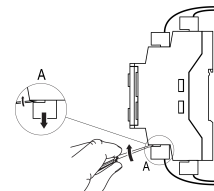

Рисунок 3 – Отсоединение съемных частей клемм
2. Отделить от прибора съемные части каждой из клемм вместе с подключаемыми внешними линиями связи с помощью отвертки или другого подходящего инструмента (см. *рисунок 3*).